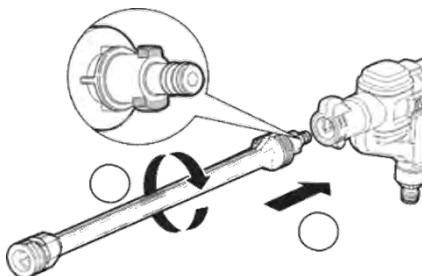

Рисунок 5
3.4.7 Удлинительную насадку с распылителем присоедините к корпусу аккумуляторной мойки (рисунок 5). В случае применения моющей жидкости установите емкость с ней.